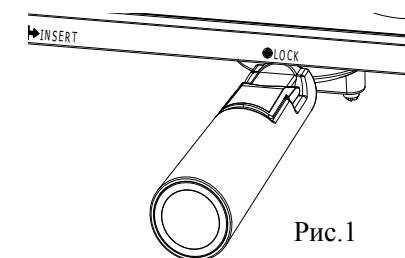

Рис.1
2. Вставьте фильтр в металлический пост (в фильтре не должно быть кофе), убедитесь, что трубка поста вошла в паз кофеварки, затем установите пост в положение "Insert" («Вставить»). Поворачивайте пост против часовой стрелки до фиксации («Lock») (см. Рис. 1).
установите пост в положение "Insert" («Вставить»). Поворачивайте пост против часовой стрелки до фиксации («Lock») (См. Рис. 1).